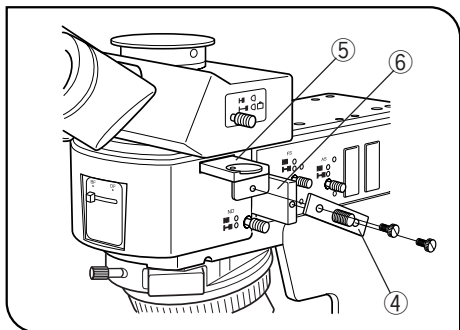

図 11
連結板の使い方(図11)
ポライザU-PO3またはU-POTP3に付属の連結板④でアナライザU-AN360-3⑤とポライザ⑥を図11のように固定つまみを取付けると、一緒に光路への挿脱ができます。